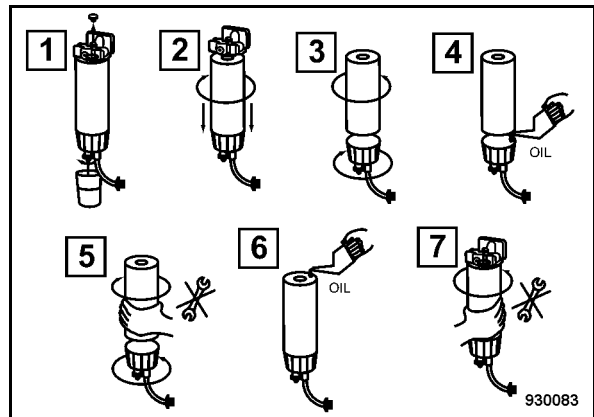

Fig. 159
- Retirar el cable del separador de agua (Fig. 159).
- (1) Soltar el tornillo de purga de aire y descargar combustible por el tornillo de descarga.
- (2) Soltar y desenroscar el filtro previo de combustible con una llave de cinta apropiada.
- (3) Desenroscar el separador de agua del cartucho filtrante.
- (4) Untar la junta de goma del separador de agua ligeramente con aceite.
- (5) Enroscar el separador de agua con la mano hasta la junta tiene contacto, después apretarlo con la mano.
- (6) Untar la junta de goma del elemento filtrante (5) ligeramente con aceite.
- (7) Enroscar el cartucho filtrante con la mano hasta la junta tiene contacto, después apretarlo con la mano.